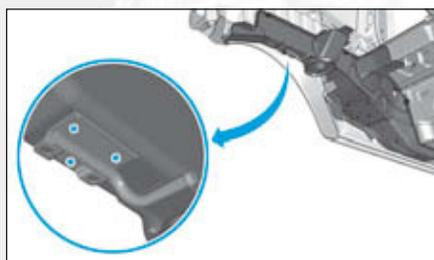

FIG.244
- Dépointer les points de soudures par l'intérieur du longeron (Fig.244).